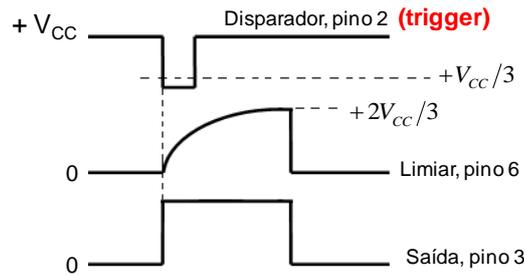

Figura 3.60 – Formas de onda do CI 555 em operação monoestável.
- Descrição da operação (veja a Figura 3.60):